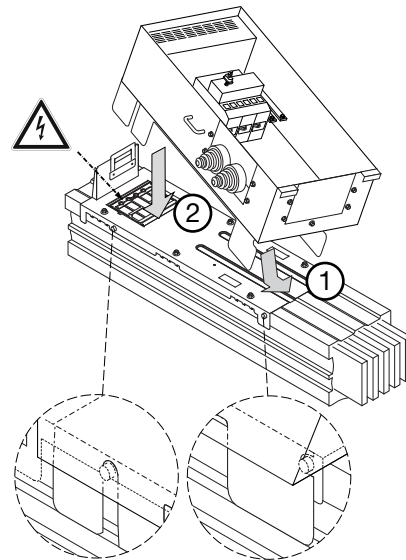

Abb. 6: AKM justieren (1,2)
5. Für die endgültige Befestigung justieren Sie den AKM an den Haltebolzen der Aufsetzhilfe (siehe Abb. 6). Beachten Sie, auch hier können je nach Landesvorschrift die Abgangsstellen der Stromschienen unter Spannung stehen (siehe Warnsymbol).